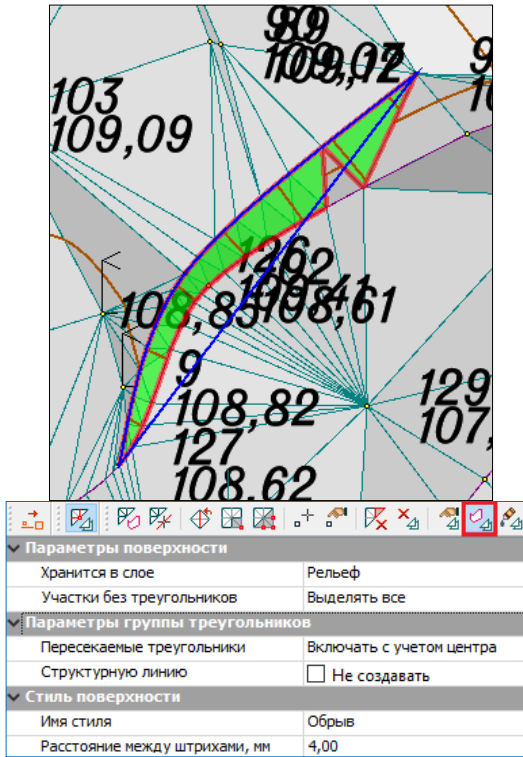

Рис. 6.11
13. Для отображения обрыва создадим новую группу треугольников (рис. 6.11):
- В окне параметров выполните настройки (рис. 6.11).